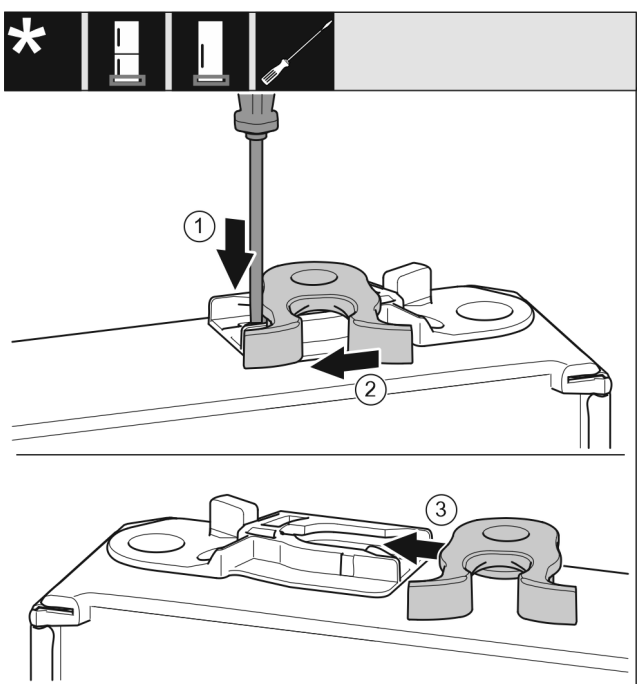

Fig. 17
- Presione la lengüeta hacia abajo con el destornillador para tornillos de cabeza ranurada. Fig. 17 (1)
- Extraiga el gancho de cierre de la guía. Fig. 17 (2)
- Introduzca el gancho de cierre en el otro lado en la guía. Fig. 17 (3)